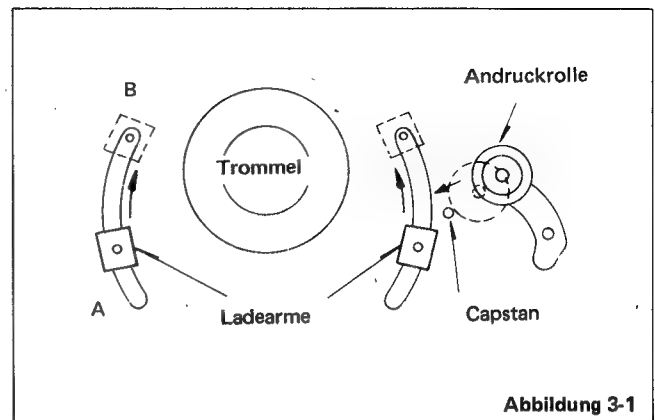

Abbildung 3-1
Beim VC-9300 wird jedoch anstelle einer Tauchspule die Andruckrolle durch die Antriebskraft des Lademotors in Stellung gebracht. Abbildung 3-1 enthält eine schematische Darstellung des Mechanismus. Zunächst dreht der Lademotor (LM), der den Ladearm vom Punkt A (wo die Entladung beendet wurde) zum Punkt B bewegt. Wenn der Ladearm Punkt B erreicht, dreht der LM weiter, wobei die Andruckrolle zur Capstanwelle bewegt wird.